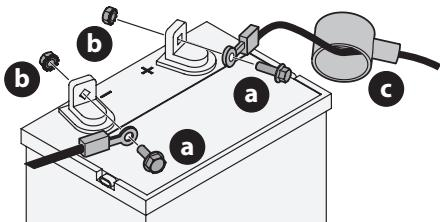

Figura 13
- Retire la cubierta plástica, si está presente, del terminal positivo de la batería. Conecte el cable rojo al terminal positivo de la batería (+) utilizando el perno (a) y la tuerca hexagonal (b) (Figura 13).
- Coloque el capuchón de goma rojo (c) sobre el terminal positivo de la batería para protegerlo contra la corrosión (Figura 13).
- Retire la cubierta plástica, si está presente, del terminal negativo de la batería y conecte el cable negro al terminal negativo de la batería (-) utilizando el perno (a) y la tuerca hexagonal (b) (Figura 13).